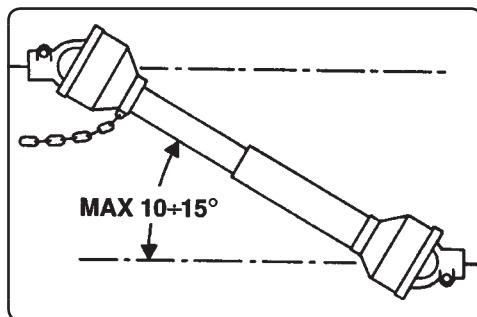

Fig. 5
- De betreffende veiligheidsplaatsjes (Afb. 5) moeten altijd goed zichtbaar zijn en schoon gehouden worden. Ze moeten worden vervangen wanneer de leesbaarheid afneemt.
- De aftakas altijd uitschakelen wanneer de cardanas een te open hoek vormt, nooit meer dan 10-15 graden (Afb.5).